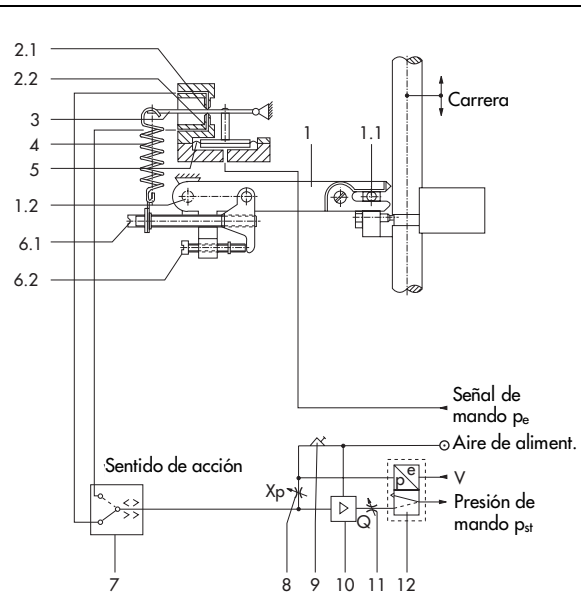
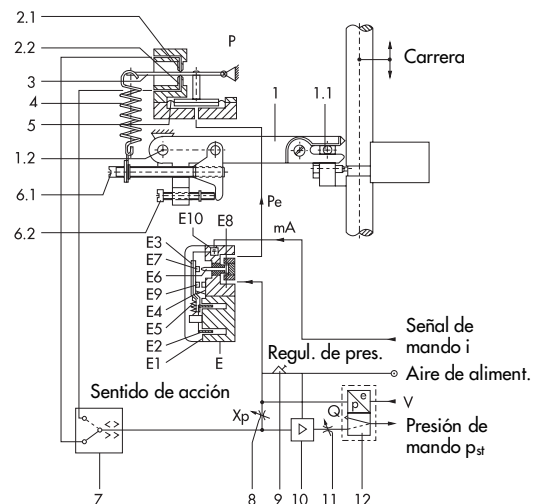

Fig. 5 - Esquema de funcionamiento del posicionador tipo 3766 (articulación de la palanca palpadora con montaje directo a accionamiento neumático tipo 3277)
Fig. 6 - Esquema de funcionamiento del posicionador tipo 3767
Funcionamiento (Figs. 5 a 7)
El posicionador neumático tipo 3766 (fig. 5) y el posicionador electro neumático (i/p) tipo 3767 (fig. 6) se distinguen únicamente por el módulo convertidor (E) agregado en el posicionador i/p.
En el tipo 3767 (fig. 6), la señal de corriente continua i , procedente del aparato de regulación, pasa por la bobina móvil (E2) situada en el campo de un imán permanente (E1). En los brazos de balanza (E3) se equilibra la fuerza de la bobina móvil, proporcional a la corriente i , con la fuerza de la presión dinámica que genera sobre la placa deflectora (E7) el chorro procedente de la tobera (E6). Al variar la señal de corriente varía proporcionalmente la presión p_e que se envía al sistema de mando neumático.